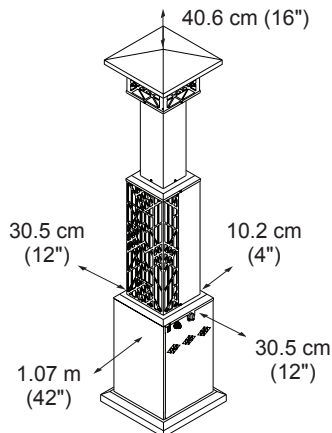

Figura 1 - Distancia mínima del calentador hacia objetos combustibles
- Distancia mínima entre el calentador y combustibles: parte trasera 10.2 cm (4"), laterales 30.5 cm (12"); parte anterior 1.07 m (42"); parte superior 40.6 cm (16") (consulte la figura 1).